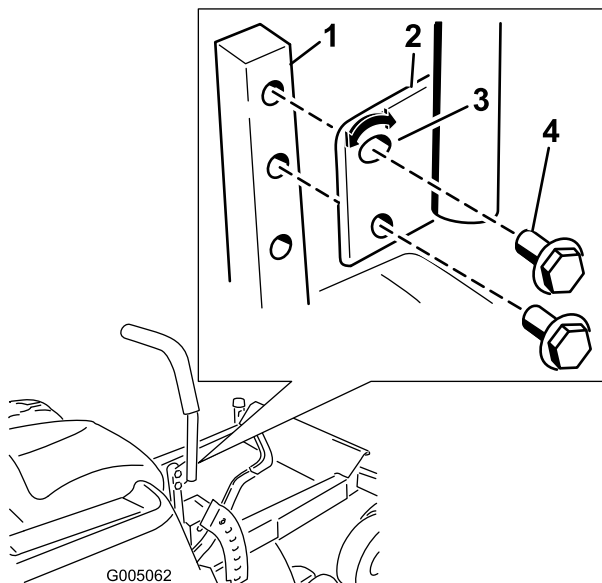

Bild 17
1. Entfernen Sie die beiden Schrauben, mit denen der Schalthebel am Schalthebelarm befestigt ist (Bild 17).
2. Setzen Sie den Schalthebel in die nächste Lochposition. Befestigen Sie den Hebel mit den zwei Schrauben (Bild 17).
2. Lösen Sie die untere Schraube genug, um den Schalthebel nach vorne oder hinten zu drehen (Bild 17). Ziehen Sie beide Schrauben fest, um den Schalthebel in der neuen Stellung zu arretieren.